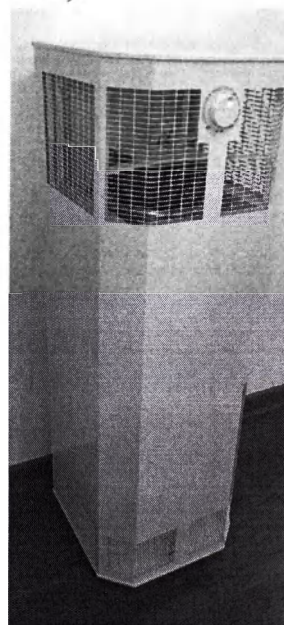

Рисунок 2 – Внешний вид очистителя моделей С330-Л-02.1 и С330-Л-02.2
- модель С330-Л-02.1 и модель С330-Л-02.2 (рисунок 2).